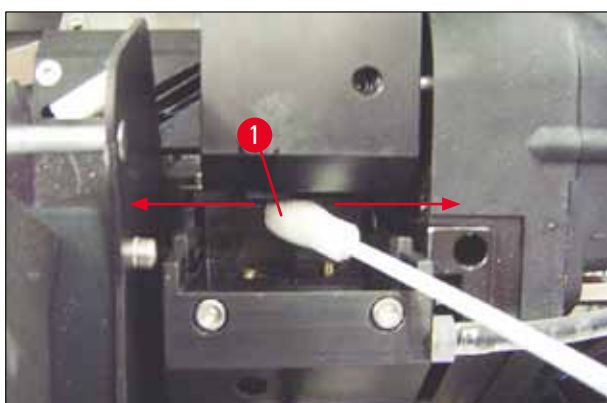

Fig. 54
5. Insira cuidadosamente o cotonete no espaço abaixo do cabeçote de impressão (→ "Fig. 54"). Aplique pressão leve para cima (no cabeçote de impressão) e mova a haste de espuma para frente e para trás (aprox. 10 vezes). Este procedimento remove resíduos de tinta seca.